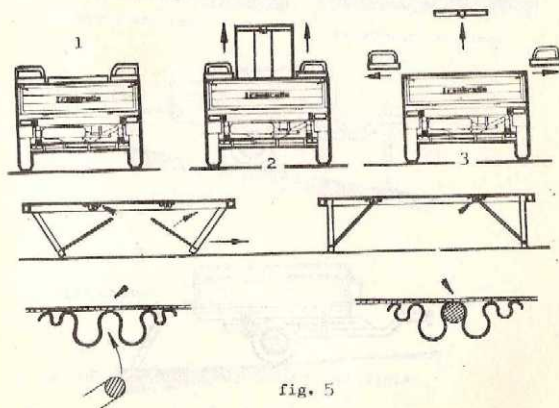

fig. 5
2. Quite la tapa central de la caja levantándola por el extremo posterior (el del candado) y luego de retirarla, despliegue las patas, y enganchando las diagonales de hierro redondo en el broche de sujeción transformela en una cómoda mesa para camping. Retire lateralmente ambas tapas angostas y con el mismo procedimiento descrito anteriormente transformelas en prácticos asientos de tres plazas cada uno. Asegúrese que las diagonales triangulares de hierro redondo hayan trabado profundamente en los broches del fondo (fig.5).